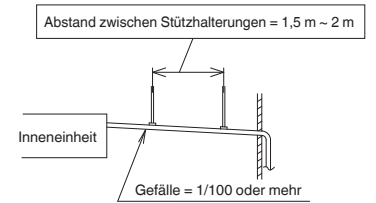

Abb. 3-92
- Sicherstellen, dass die Ablaufleitung ein Gefälle aufweist (1/100 oder mehr; mit Gefälle ab Ablaufstutzen). (Abb. 3-92)